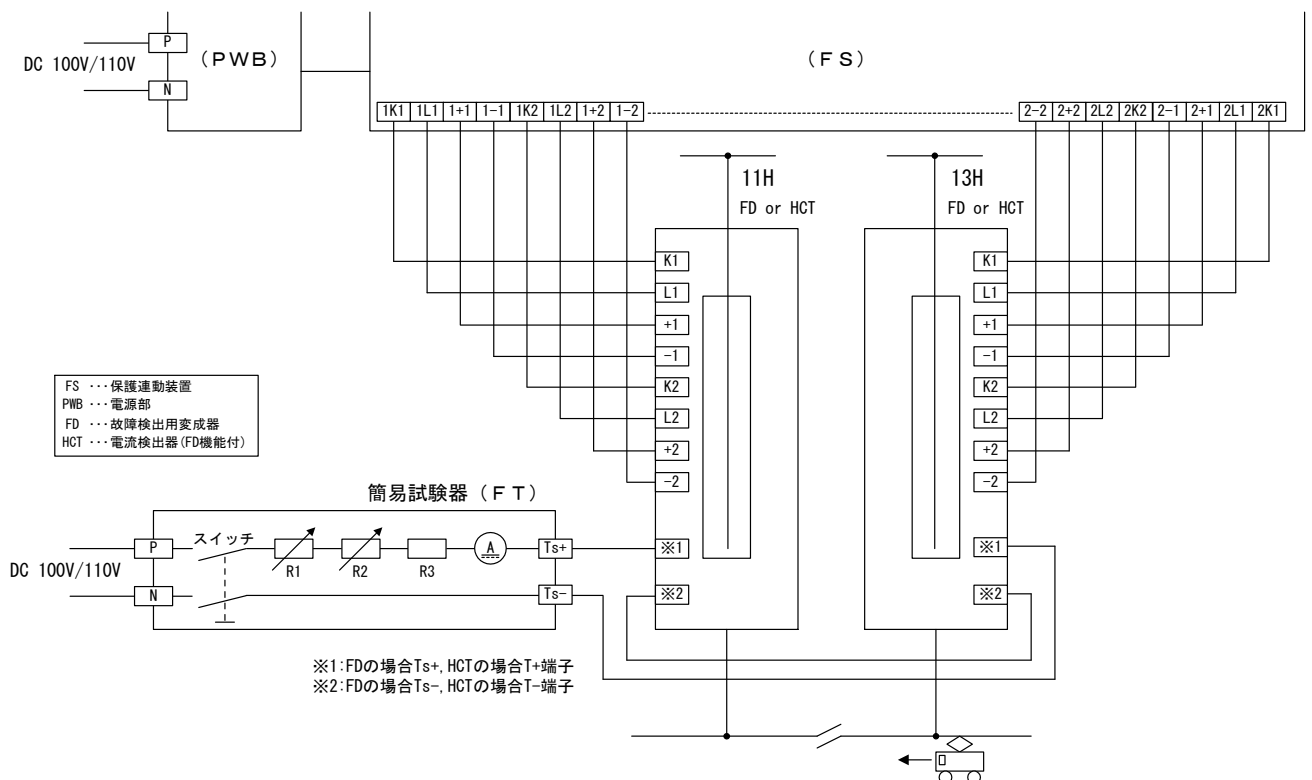

図 39. セクション補償試験回路
- ① 図 39 のように装置を接続して下さい（セクション補償用 FD の試験端子の極性を逆に接続することに注意）
- ② 「a. の等価試験の試験方法」に準じて動作試験を行って下さい。この場合の動作値は、a. の試験結果の約 2 倍の電流値であれば装置は正常です。なおセクション補償率は、次の計算によって求めます。